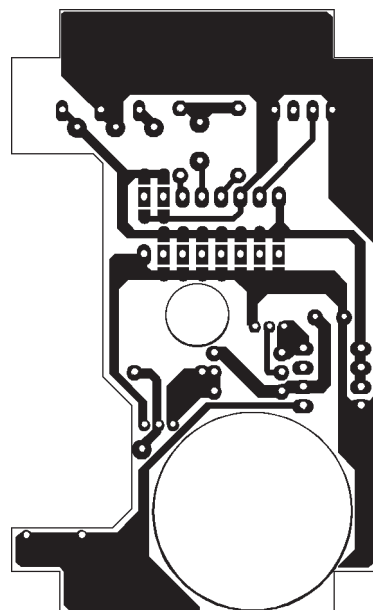

Figure 6c: Dessin, à l'échelle 1, du TX de la télécommande automatique*.
Tout d'abord, vous allez devoir fabriquer les deux circuits imprimés: les figures 6c (TX) et 8c (RX) en donnent les dessins à l'échelle 1, vous pourrez les réaliser par la méthode préconisée et décrite dans le numéro 26 d'ELM. Apportez un soin tout particulier au circuit imprimé du TX de poche: il doit être découpé avec une petite scie et une lime (contour) et avec une fraise conique ou une scie cloche (trou de la pile).